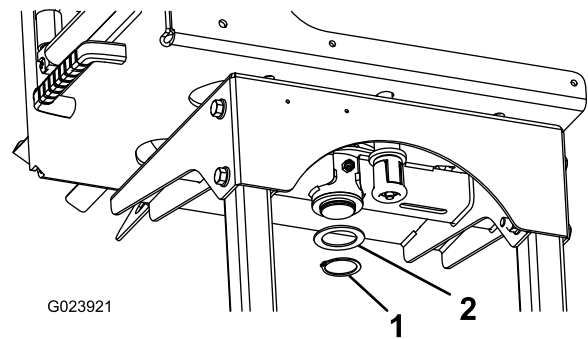

Figura 5
4. En la parte inferior del bastidor del carrete de la manguera, coloque la arandela de empuje y la anilla a presión en la columna del soporte giratorio (Figura 5).